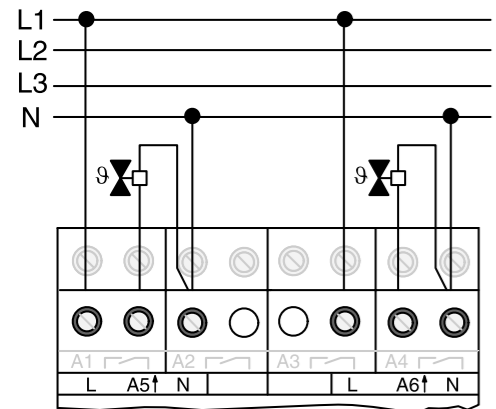

Bild 6: Anschluss von elektrothermischen Stellantrieben 230 V
- Stellantriebe anschließen (Bild 6). Max. 4 Stellantriebe pro Ausgang verwenden.